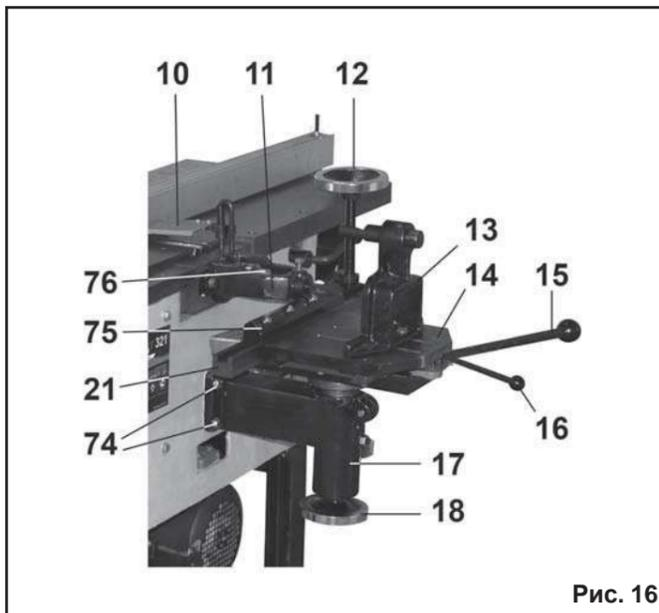

Рис. 16
8.2.16. Как показано на Рис. 16, установите и четырьмя установочными винтами (74) с шайбами надёжно закрепите стойку (17).
8.2.17. На стойке (17) в соединении «ласточкин хвост» установите подвижный стол (14), Рис. 16.
8.2.18. На подвижном столе (14) установите и закрепите болтовым соединением упорную стойку (13) и направляющую (21) для установки держателя (75) заточки строгального ножа. В специальное отверстие упорной стойки (13) установите и зафиксируйте прижимное устройство (12), Рис. 16.